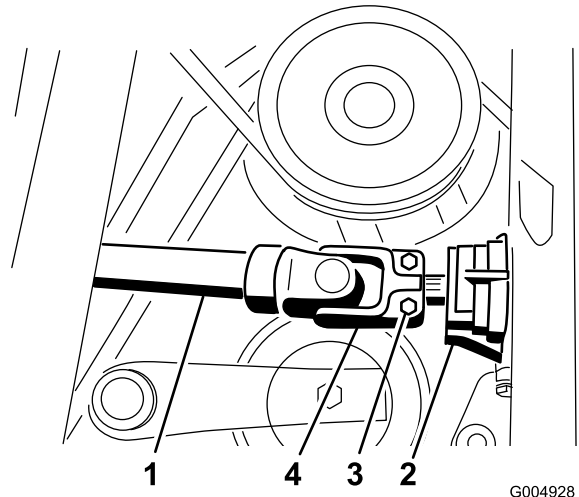

Figura 87
43. Deslice el árbol de transmisión sobre el eje de la caja de engranajes (Figura 87). Instale el pasador cilíndrico y apriete los pernos a 20–25 N m.